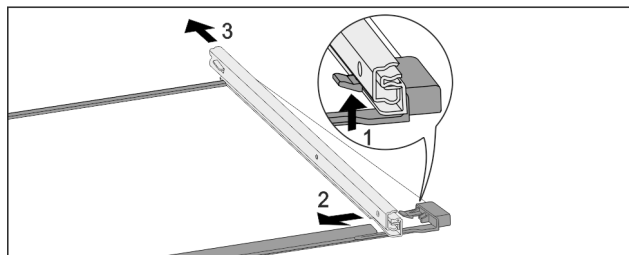

Fig. 82 Glasplade med skinner
- ▶ Tryk den forreste låsekrog op. Fig. 82 (1)
- ▶ Skub udtræksskinnen til siden Fig. 82 (2) og og bagud Fig. 82 (3).